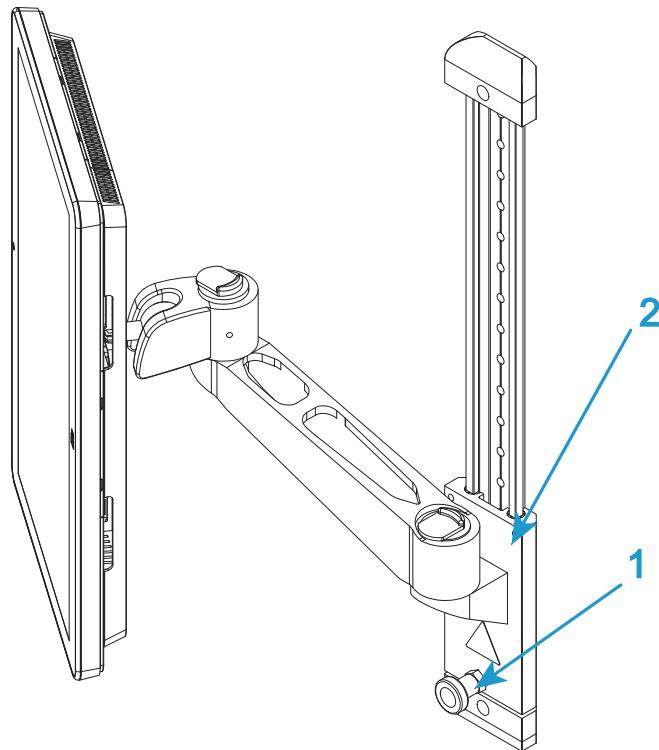

図9. 高さの調整
1. 様々なオペレータが快適に使用できるようにBluehill® オペレータ ダッシュボードの高さを調整することができます。ロック (50 ページの図 9 の 1) を緩め、取り付けアーム (50 ページの図 9 の 2) を希望の高さにスライドします。ロックを再び締め付けます。